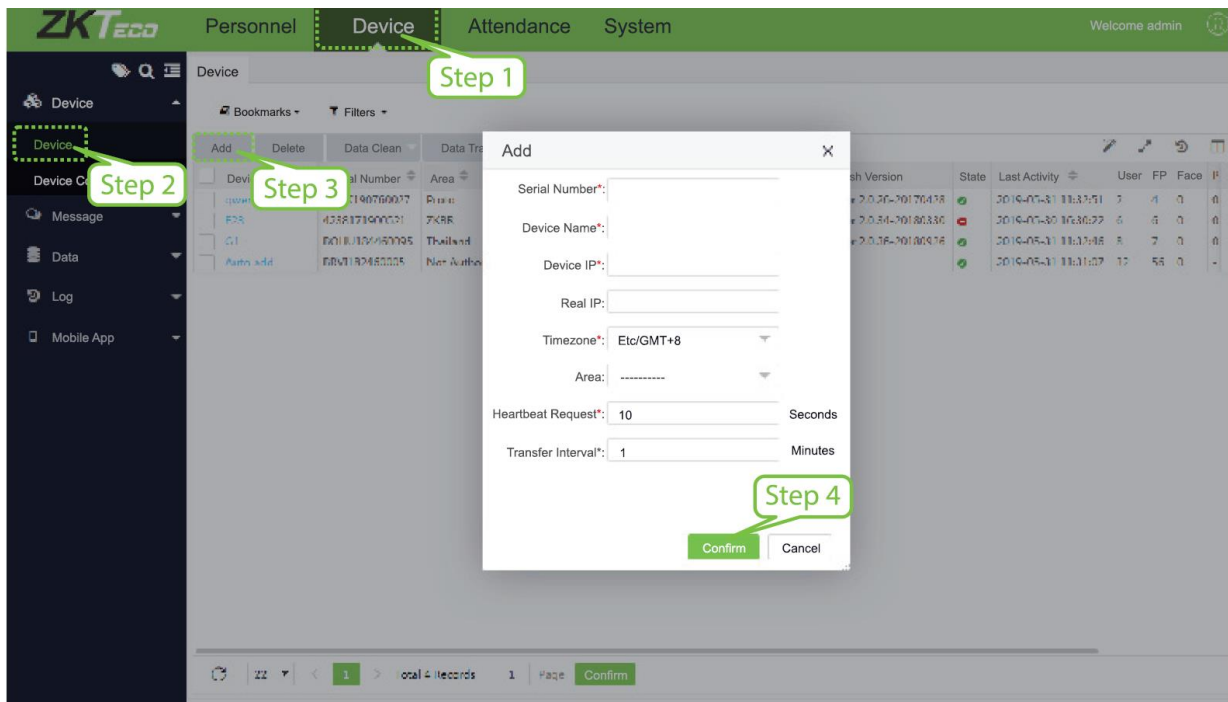

Рисунок 5.3
- 1) Нажмите [Устройство]> [Устройство]> [Добавить], чтобы добавить устройство в ПО (рис. 5.3). Когда устройство установит адрес сервера и порт, вход может быть добавлен автоматически.